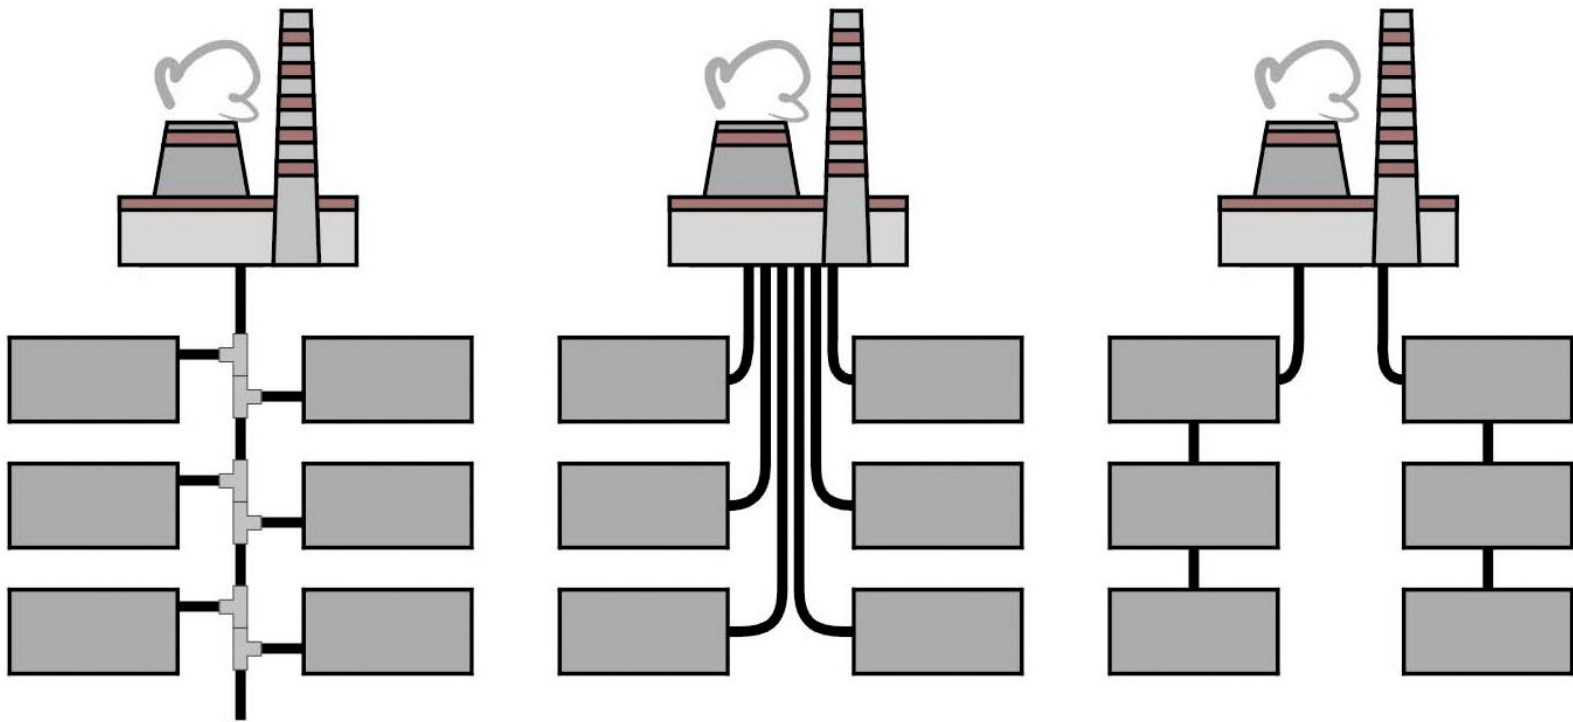

Рис. 1. Варианты трассировки: а – последовательная схема; б – параллельная схема; в – комбинированная схема.
- 3. Применение гибких трубопроводов ТВЭЛ-ПЭКС при проектировании и монтаже допускает произвольный план трассы. Примеры трассировки представлены на рис. 1.